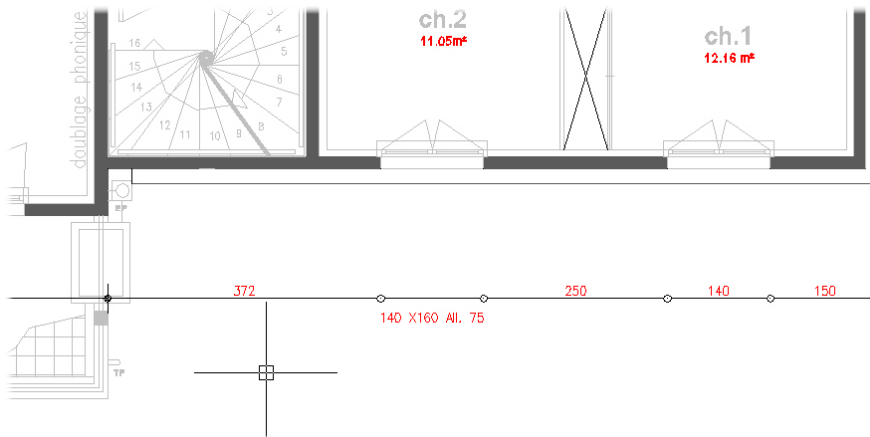

Figure 5.83
2. Les cotes sélectionnées se mettent automatiquement et immédiatement à jour en respectant les nouveaux paramètres de style de cote (voir Figure 5.83).